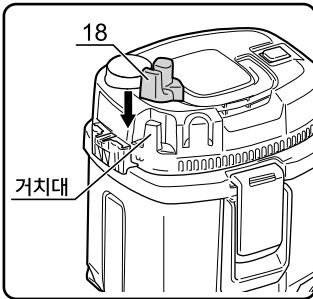

fig.8
- 상단 커버 거치대에 코드 길이(18)를 삽입합니다. (fig. 8)